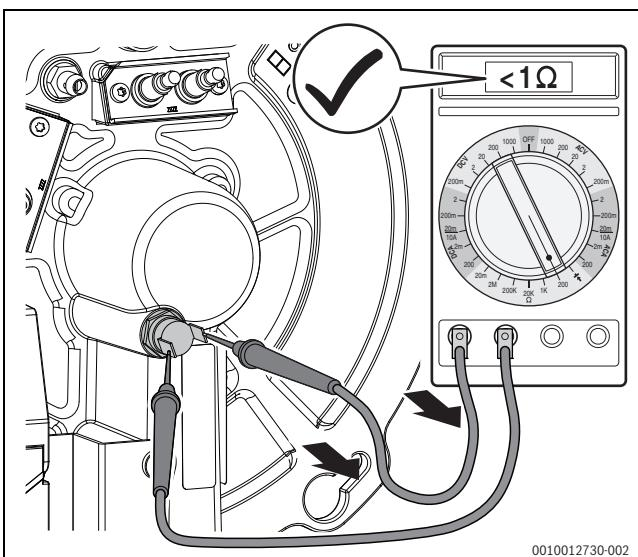

Bild 81 Elektrischen Widerstand an den Kontakten des Temperaturwächters messen (Temperaturwächter in Ordnung)
- Elektrischen Widerstand an den Kontakten des Temperaturwächters messen (→ Bild 81).